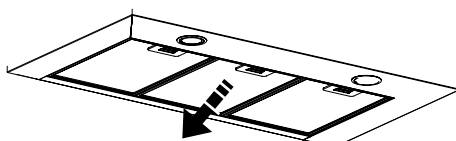

Fig. 1
### Desmontaje del filtro modular (fig. 1).
1. Retire el filtro modular (fig. 1).